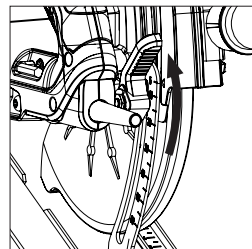

Abb. 10
- Lösen Sie die Verriegelung für die Einstellung der Schnitttiefe, indem Sie den Bedienhebel nach oben ziehen. (Abb. 10)